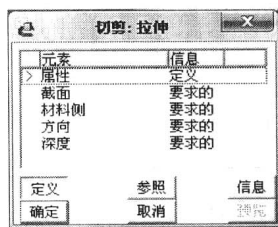
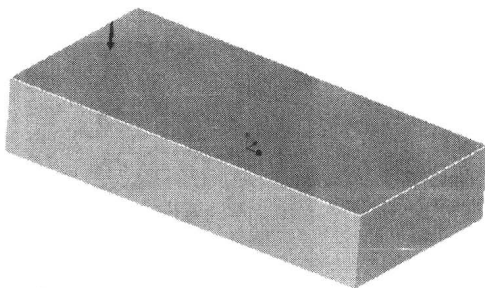

图 1-16 “切剪：拉伸”对话框
图 1-17 选择草绘平面
STEP 1 在完成如图 1-14 所示的造型的基础上，继续选择“菜单管理器”|“特征”|“创建”|“实体”|“切减材料”命令，系统出现“实体选项”菜单。选择“拉伸”|“实体”选项后，单击“完成”命令，系统出现如图 1-16 所示的“切剪：拉伸”对话框。在同时出现的设置草绘平面的对话框中选择草绘平面，如图 1-17 所示。